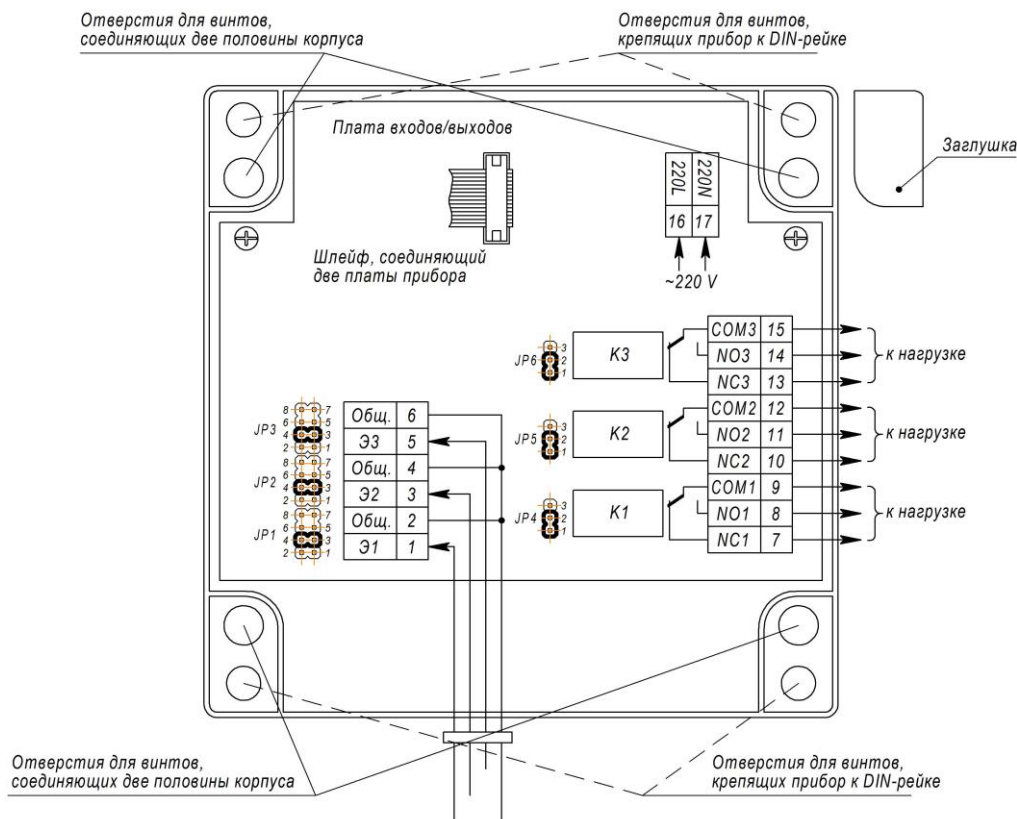

Рисунок 4.2 – Схема подключения внешних сигналов к плате входов/выходов РСУ-31
4.3.2 Перед установкой блока приведите в соответствие положение перемычек JP1-JP6 на плате входов/выходов (см. рис. 4.2) согласно конкретному технологическому объекту (см. табл. 4.3.1, 4.3.2). Перемычки JP1-JP3 служат для настройки чувствительности канала контроля уровня к электропроводящим свойствам жидкостей, JP4-JP6 – для управления состоянием выходных реле.